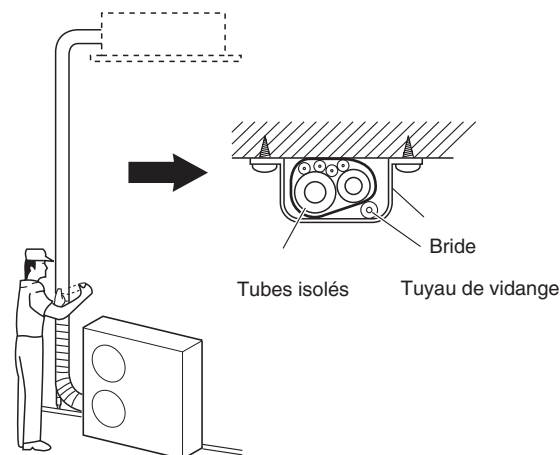

Fig. 5-8
- (1) À ce moment, les tubes de réfrigérant (et le câblage électrique si les codes locaux le permettent) devraient être guipés ensemble avec du ruban d'armature en 1 faisceau. Pour éviter que le condensat ne déborde du carter de purge, garder le tuyau de vidange séparé du tube de réfrigérant.
- (2) Enrouler le ruban d'armature par le bas de l'unité extérieure jusqu'en haut du tube lorsqu'il entre dans le mur. Lors de l'enroulement du ruban, chevaucher la moitié de chaque tour de ruban précédent.
- (3) Brider le lien de tube au mur en utilisant approx. 1 bride à chaque mètre. (Fig. 5-8)